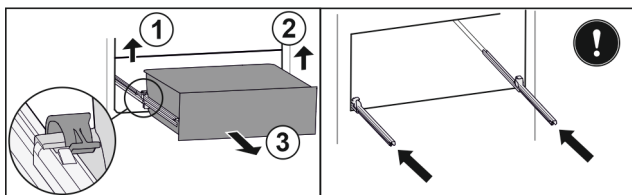

Fig. 182
- Sollevare il morsetto sinistro e allo stesso tempo tirare in avanti il cassetto sinistro. Fig. 182 (1)
- Sollevare il morsetto destro e allo stesso tempo tirare in avanti il cassetto destro. Fig. 182 (2)
- Rimuovere il cassetto tirandolo in avanti. Fig. 182 (3)